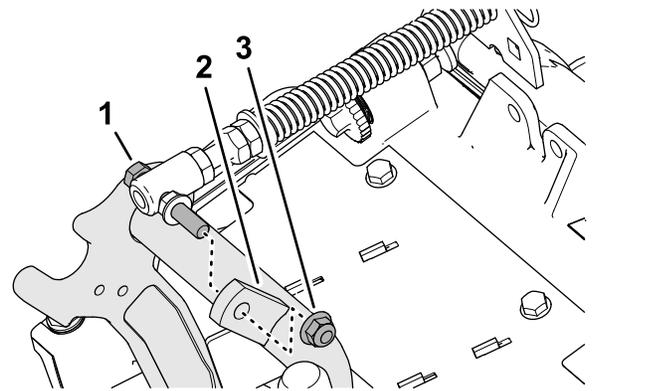

Figura 19
3. Rimuovete il dado di bloccaggio flangiato ($\frac{3}{8}$ " che fissa il bullone senza dado della molla di compensazione per il manto erboso all'aletta destra del telaio portante e rimuovete la molla di compensazione dall'apparato di taglio (Figura 19).